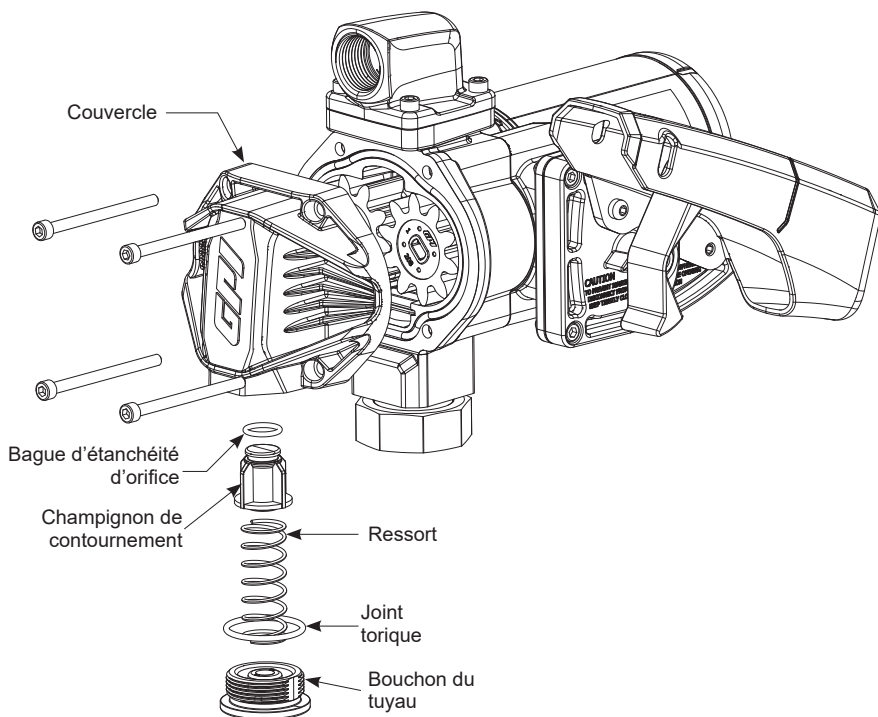

Figure 3
3. Avec une clé hexagonale de 10mm, enlevez le bouchon du tuyau du couvercle et enlevez le ressort du champignon de contournement, le joint torique, le champignon de contournement et la bague d'étanchéité d'orifice (voir Figure 3).